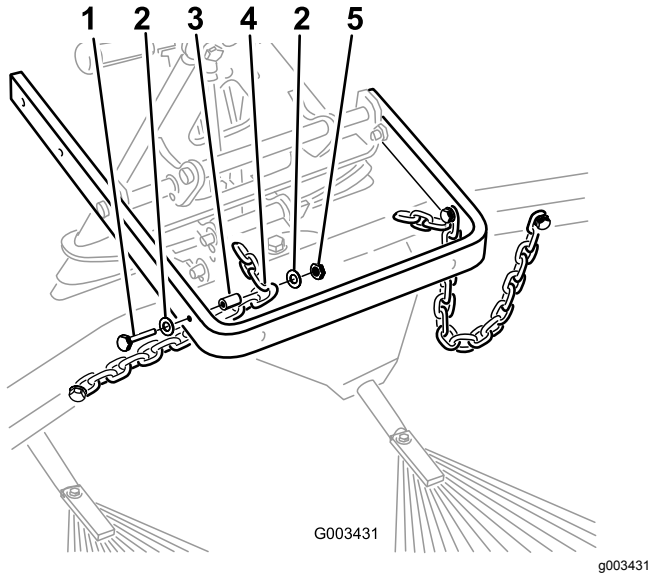

図 10
8. 各チェーンの3番目のリンクを、昇降アームの外側に取り付けるボルト $\frac{3}{8}$ x $2\frac{1}{2}$ "、ワッシャ $\frac{3}{8}$ x $\frac{7}{8}$ "2枚、スペーサ、ナット $\frac{3}{8}$ "を使用 図10を参照。